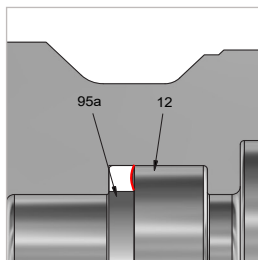

Figure 10
- ▶ Placez le joint torique (pos. 95a) dans la gorge (pos. 12) avec l'extracteur de joint torique WEH® réf. 101969 (Figure 8 à Figure 10).
Remarque : respectez la position de montage (Figure 10).